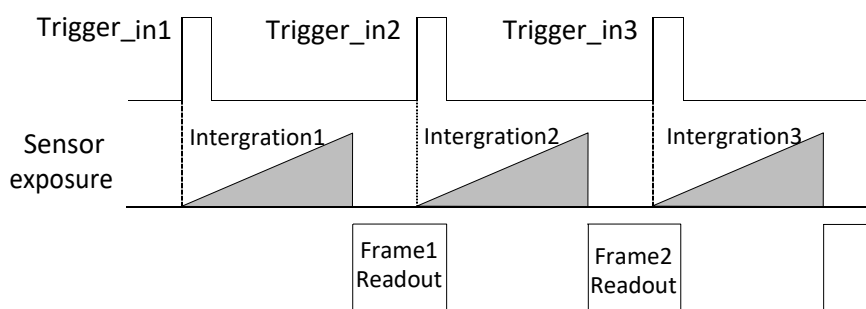

图3-42 第2帧正常处理时序
- 若第 2 个触发信号第 1 帧图像的曝光结束时间不早于设备当前第 1 个触发信号最后 1 帧的出图时间，则第 2 个触发信号第 1 帧图像正常出图，如图 3-42 所示。